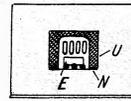

Abb. 5. Auch durch einen U-förmigen Rahmen kann man den Empfänger in die Nische einpassen.
Links: Abb. 5. Die negative Vorspannung stammt hier aus einer Gitterspannungsquelle, die durch das Rechteck angedeutet ist.
Die Gitterspannung hat die Aufgabe, den die Röhre durchfließenden Elektronenstrom zu steuern. Diese Steuerung soll möglichst wenig Leistung beanspruchen. Aus diesem Grunde ist es — von wenigen Ausnahmefällen abgesehen — immer erwünscht, daß die Röhre zu ihrer Steuerung nur einer Steuerspannung, nicht aber eines damit zusammenhängenden Stromes bedarf. Folglich muß man dafür sorgen, daß in der Röhre zwischen Kathode und Gitter kein Strom zustandekommt. Das Gitter selbst ist nicht geheizt und sprüht demgemäß keine Elektronen aus. Die von der Kathode stammenden Elektronen aber werden durch die negative Gitterspannung daran gehindert, von der Kathode aus auf das Gitter überzugehen. Es fließt also kein Strom zwischen Gitter und Kathode. Bei positiver Gitterspannung jedoch würden die aus der Kathode ausgesprützten Elektronen zum Teil auf dem Gitter landen. Der so zustandekommende Gitterstrom würde eine Belastung der das Gitter steuernden Wechselspannung mit sich bringen. Die das Gitter steuernde Spannung ist eine Wechselspannung. Als solche ändert sie ständig ihr Vorzeichen. Will man verhindern, daß dabei das Gitter gegenüber der Kathode positiv wird, so muß man dem Gitter eine negative Vorspannung geben (Abb. 5). Diese Vorspannung wird in der Regel als Spannungsabfall an einem Widerstand erzeugt.
Ein anderes Beispiel für die Verschließung der seitlich vom Empfänger gelassenen Lücken, und zwar durch kurze, schwenkbare Türflügel (T), die nach innen wendbar angeordnet sind, gibt die Abb. 4, und zwar in Anwendung bei einem größeren (Abb. 4a) und bei einem kleineren (Abb. 4b) Gerät (Zeichnung in Aufsicht). Hier besteht aber noch eine Lücke oberhalb des Empfängergehäufes, die man gegebenenfalls belassen kann, wenn man nicht vorzieht, hier eine verstellbare Platte (P_2) wie in Abb. 3 anzuwenden. Die einfachste Lösung des Problems besteht darin, zu dem benutzten Empfänger passend einen U-förmigen Rahmen aus dicker Holzfasertstoffplatte anzufertigen, der — wie Abb. 5 zeigt — den Empfänger lückenlos der Nische anpaßt.